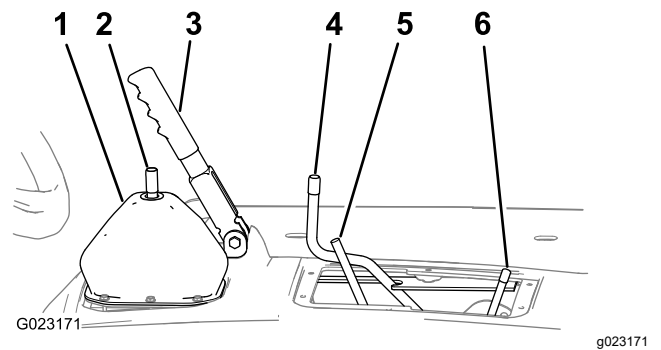

Figura 11
1. Ponga el freno de estacionamiento (Figura 11).
2. Mueva la varilla del bloqueo del diferencial hacia adelante y hacia la derecha para bloquearla en la posición de activado (Figura 11).